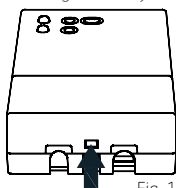

Fig. 1
- Druk met een schroevendraaier op het plastic lipje in de onderste gleuf om de kabelafdekking iets op te tillen (fig. 1).
- > Plaats de kabelafdekking terug op de basis, duw hem naar de basis toe door hem te draaien; druk het plastic lipje aan de onderkant van de basis naar binnen en oefen druk uit om het bevestigingslipje in de holte aan de onderkant van de kabelafdekking los te maken (fig. 1).